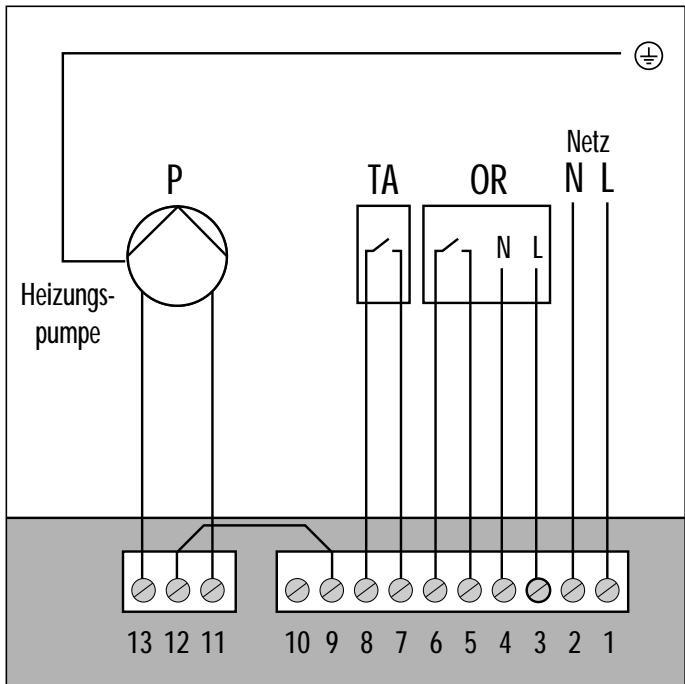

Abb. 4.6 Anschlußklemmleiste
- Sie können eine Zeitschaltuhr kann an den Klemmen 3 bis 6 entsprechend Abb. 4.6 verdrahten.